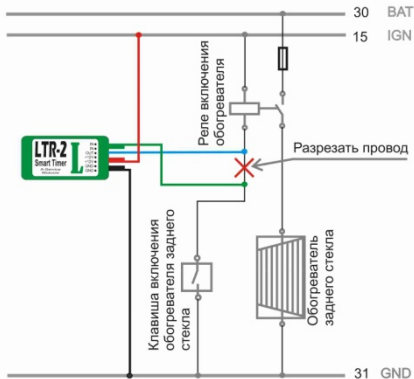

Рис. 2. Подключение LTR-2-L с управлением силовым реле «Реле включения обогревателя» подачей «минуса» («массы»)
2. Вариант «L». При замыкании входа «IN» на вывод «GND» - см. Рис.2 - контроллер, учитывая внешнюю температуру и бортовое напряжение (пороги задаются в режиме программирования), замыкает выход «OUT» на «массу» (вывод «GND») - для включения внешнего реле, коммутирующего цепь обогревателя заднего стекла (зеркал). Вход «IN» позволяет: включить-выключить обогрев (подачей напряжения +12В), включить-выключить автоматический режим (включение обогрева при пуске двигателя) и т.д. (см. **Авторежим**).